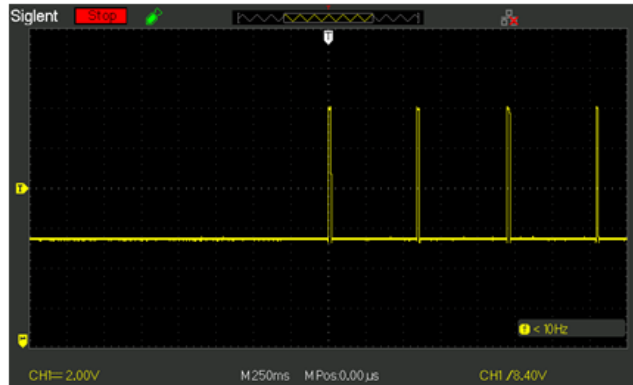

図 5
9. コントロールボックスのスイッチを切断し、電磁式球体ホルダーから球を離れさせ、測定を開始せよ（図 5）。